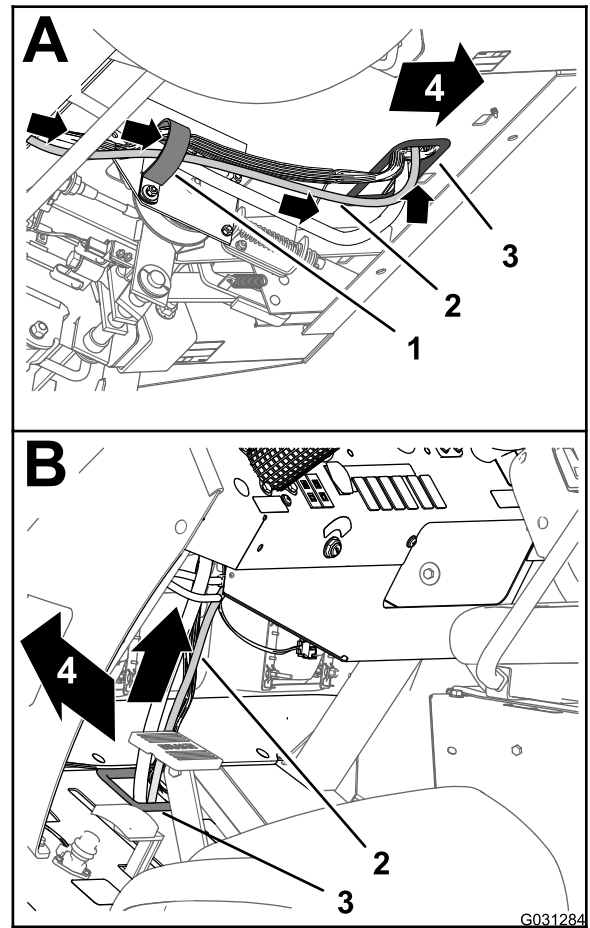

**Figura 148**
1. En el lado derecho del compartimento del motor, pase la rama de 226 cm (89") del arnés de datos del monitor de fumigación por delante del filtro de aire del motor y hacia abajo, hacia la esquina inferior derecha del radiador (Figura 148).
2. Enrute la rama de 226 cm (89\") del arnés de datos hacia adelante y a través de las 2 abrazaderas en R de la parte inferior de la máquina (Figura 148).